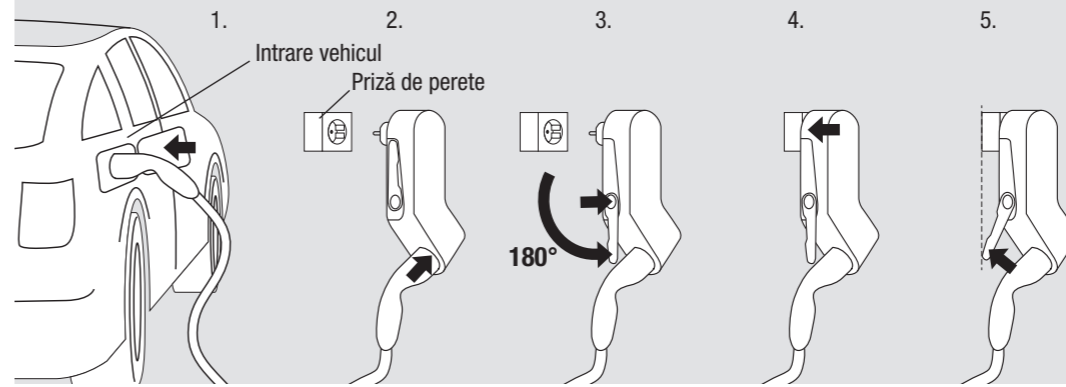

Fig. 2: Secvența de încărcare
- Utilizați adaptorul Mobility Dock doar suspendat în poziție verticală sau așezat într-un suport pe perete, pentru a evita tragerea bruscă a prizei (vezi fig. 2). Obiectele grele pot deteriora adaptorul Mobility Dock și/sau priza de alimentare.
- Nu introduceți adaptorul Mobility Dock în priză înainte ca ștecherul de încărcare să fie introdus în priza tip 2 (C). Caso contrărio, a tomada pode danificar-se.
Adaptorul Mobility Dock este un încărcător de urgență mod 2, portabil pentru utilizări ocazionale. Utilizarea permanentă se realizează doar în poziție sigură, fixă, verticală. Operarea se realizează doar din suporturi de perete, adecvate din punct de vedere mecanic și electric (a se vedea fig. 2, pasul 5).